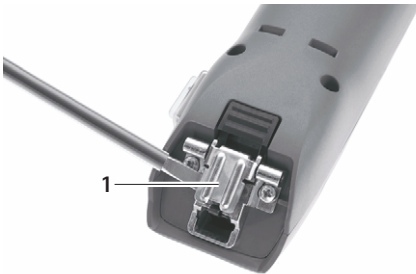

図 1
- 刃のヒンジが閉じている場合：刃のヒンジ 1 をドライバーで開きます、を参照してください 図 1。